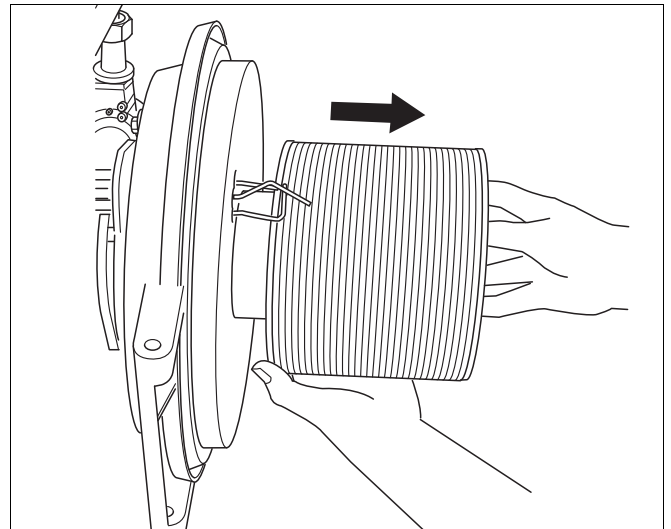

Рис. 32 Выньте стержень горелки
- Осторожно выньте вперед стержень горелки (рис. 32).